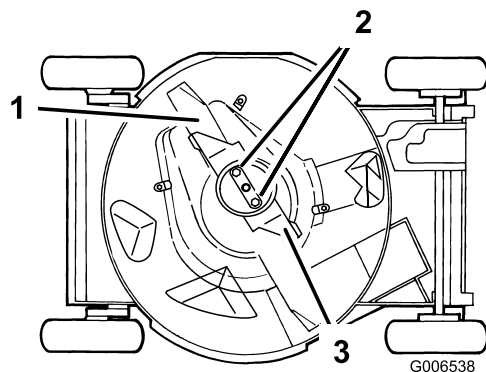

Figure 34
4. Basculez la tondeuse sur le côté **gauche** (filtre à air en haut) (Figure 34).